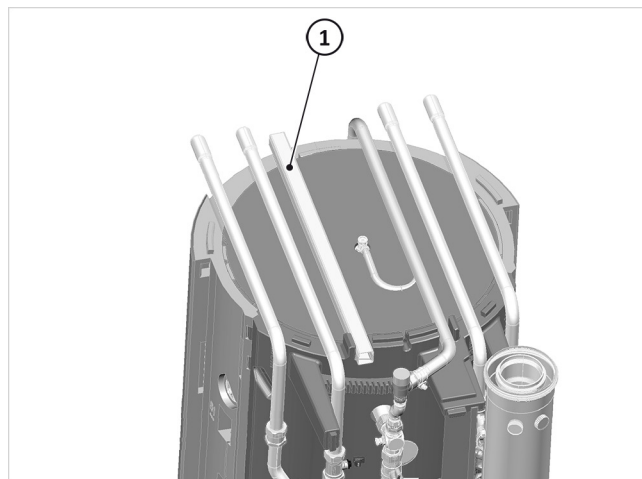

Abb. 12: Leitungsführungschanäle
1. Verlängerungsleitung in einem geeigneten Schutzrohr oder Kabelkanal zum SolvisBen führen und dort im Deckelbereich durch rechten Leitungsführungskanal (→ Abb. 12 (2)) zur Frontseite führen.